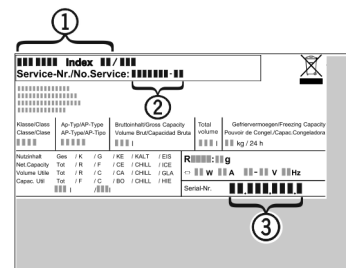

Fig. 11
- Z nazivne ploščice odčitajte oznako aparata Fig. 11 (1), servisno št. Fig. 11 (2) in serijsko št. Fig. 11 (3). Nazivna ploščica se nahaja na levi strani notranjosti aparata.
- Obvestite servisno službo in jim povejte, za kakšno napako gre, povejte pa tudi oznako aparata Fig. 11 (1), servisno št. Fig. 11 (2) in serijsko št. Fig. 11 (3).